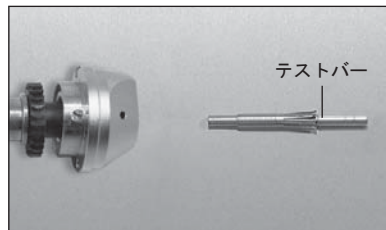

図10
- 1)新しいチャックまたは掃除後のチャックは表面に薄く油を塗り、テストバーを入れ、ローター軸へ押し込みます。(図10)